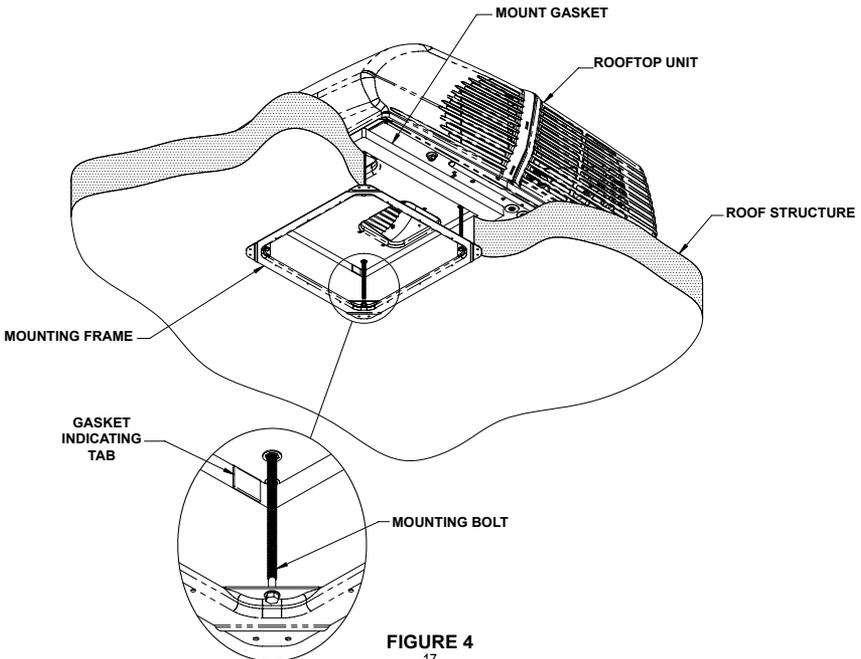

FIGURE 4
5. Fixation du pompe à chaleur au toit - L'ensemble de plafond comprend un cadre de montage. Fixez le pompe à chaleur au toit à l'aide des étapes véhicule. Reportez-vous à la Figure 4.
- c. La tension appropriée de chaque boulon est atteinte quand toute partie de chaque languette indicatrice du joint vient en contact avec le toit. Voir Figure 4. L'unité supérieure est maintenant correctement installée avec la compression optimale du joint.